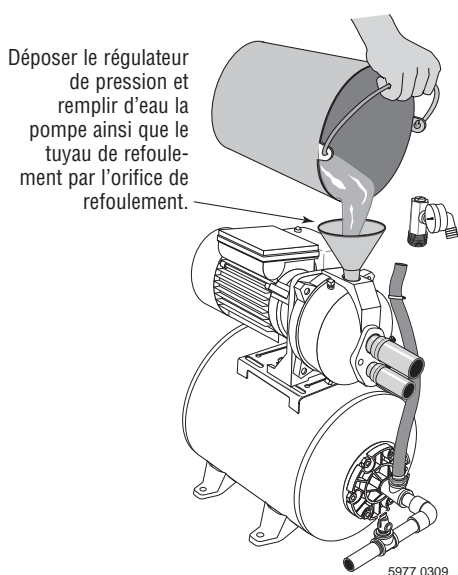

Figure 13 : Remplissage de la pompe
- 1 ° Ouvrir le régulateur de pression au maximum et le déposer. Remplir d'eau la pompe ainsi que tous les tuyaux qui vont de la pompe jusqu'au puits. S'assurer que les tuyaux qui se trouvent dans le puits sont entièrement remplis. Si un té d'amorçage a été posé sur le tuyau d'aspiration, déposer le bouchon du té et faire le plein de la tuyauterie d'aspiration (voir la Figure 13).